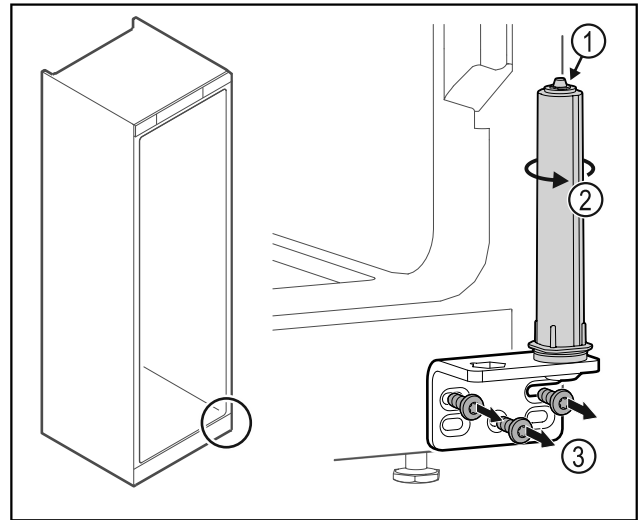

Fig. 34
- ▶ Не разбирайте систему закрытия двери Fig. 34 (1).
- ▶ Поворачивайте систему закрытия Fig. 34 (2) до щелчка.
- ▶ Отвинтите шарнирные уголки Fig. 34 (3).